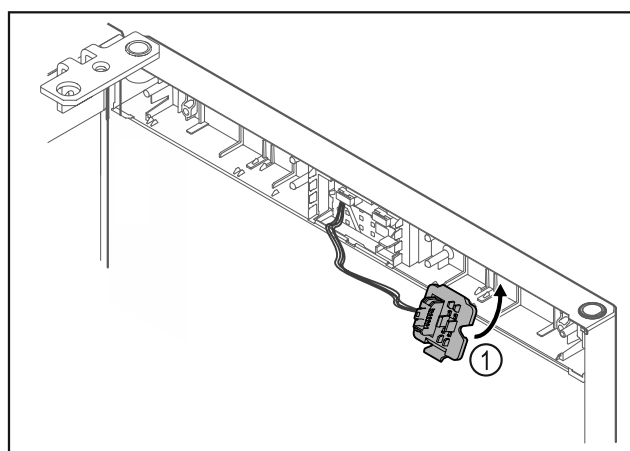

Fig. 14
- Uglavite držač utikača Fig. 14 (1) na suprotnu stranu.*